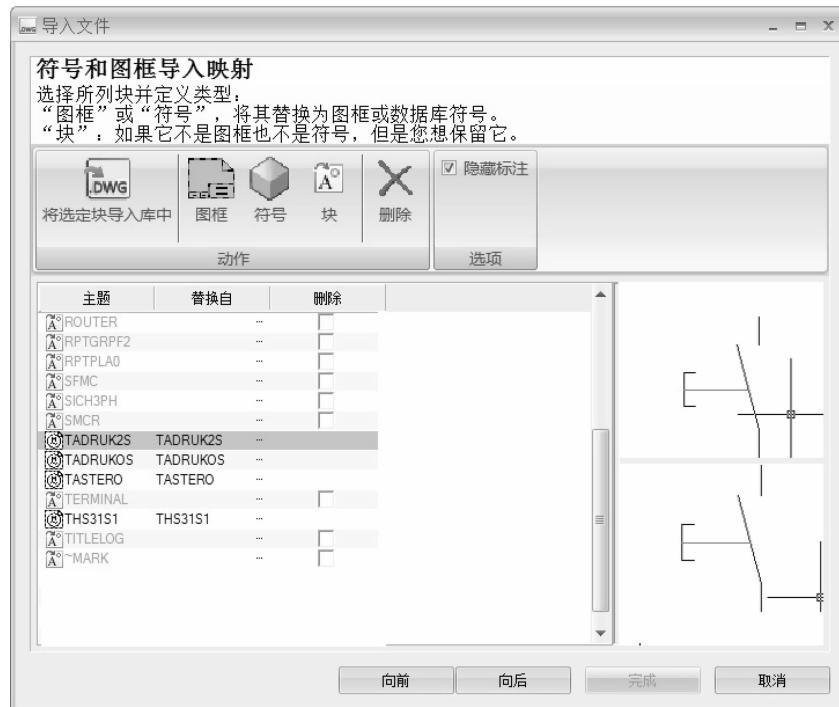

图 4-12 替换原有的块
**提示** 当导入的符号完成导入过程中，这些被加入到工程中的符号将更新为新的图标，这表明这些符号将在工程中替换原有的块，如图 4-12 所示。